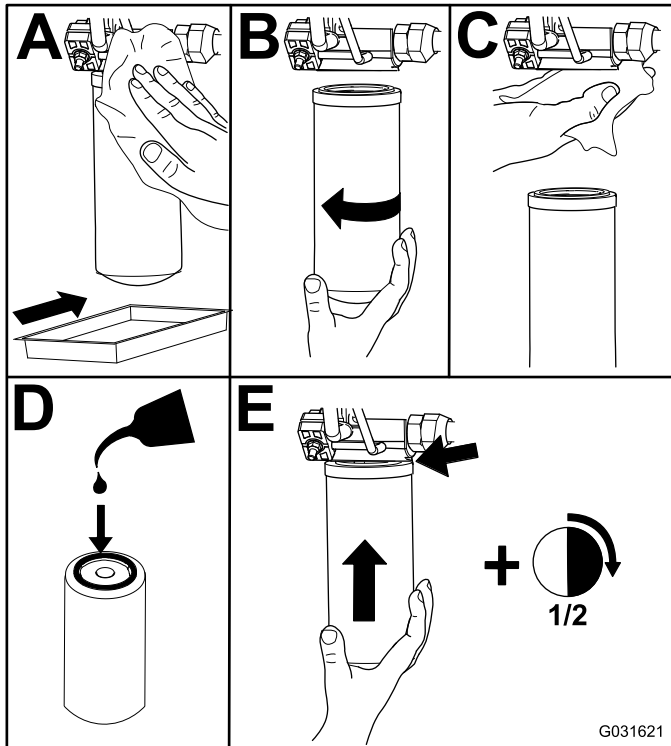

Bild 101
2. Tauschen Sie die Hydraulikfilter aus (Bild 101).